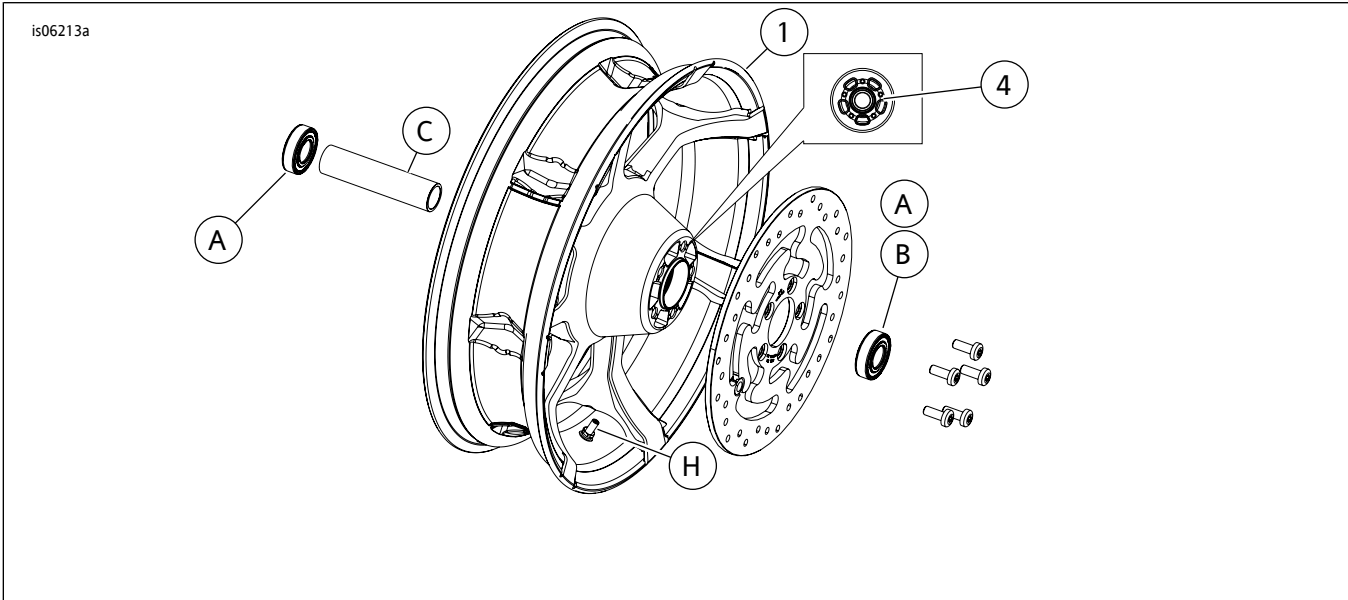

图1。维修零件：后搅拌器轮(图示为18英寸车轮)
参见图1和维修零件表。
2. 参见图1。在车轮上安装阀杆组件(H)。参见维修手册。